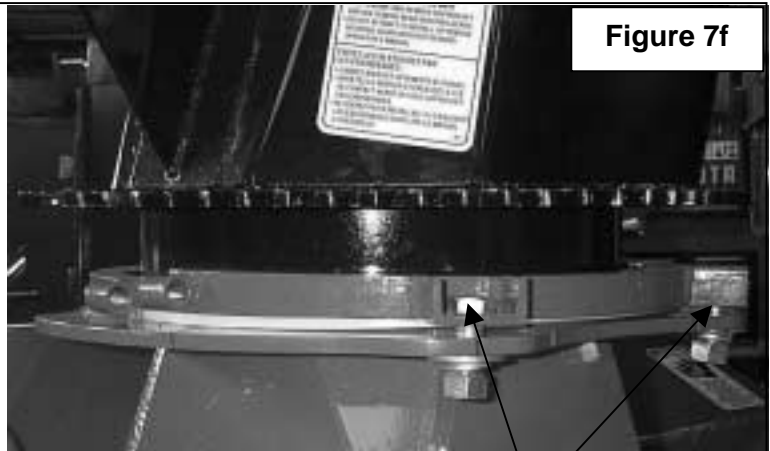

Figure 7f
**(FIGURE 7f)** Réinstaller les deux boulons 5/8" x 1 1/2" servant à bloquer la plaque de retenue sur la souffleuse. Serrer partiellement les deux boulons avec les rondelles plates 11/16", rondelles de blocage 5/8" et écrous 5/8" jusqu'à ce que la plaque de retenue touche le bâti de la souffleuse, mais sans appliquer de pression.